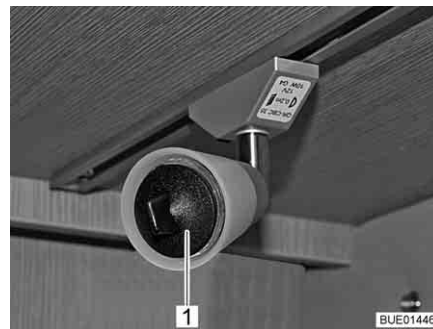

Bild 271 Sugkopp för lampbyte
- ▷ Som hjälpmedel vid lampbyte medföljer en sugkopp (Bild 271,1).